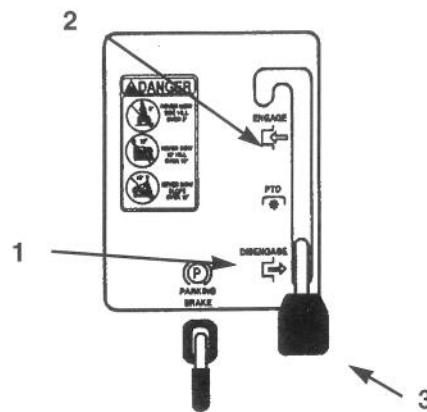

Figure 5
2. Mettre la commande des lames (prise de force) sur ENGAGED (EMBRAYEE) (Fig. 5).
2. Mettre la commande des lames (prise de force) sur DISENGAGED (DEBRAVÉE) (Fig. 5).